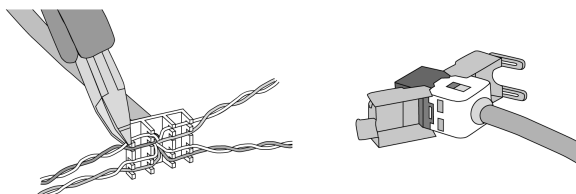

Figura 5: Collegamento spina adattatore al cavo Ethernet
- Collegare il cavo Ethernet al connettore dell'adattatore Ethernet. Per questo spellare i fili Ethernet, non isolarli ed inserirli nel coperchio del connettore dell'adattatore. Tagliare a misura i fili troppo lunghi e applicare correttamente il coperchio alla spina dell'adattatore (Figura 5).
- Collegare il cavo dell'adattatore Ethernet in dotazione al morsetto (11) e al connettore dell'adattatore Ethernet.